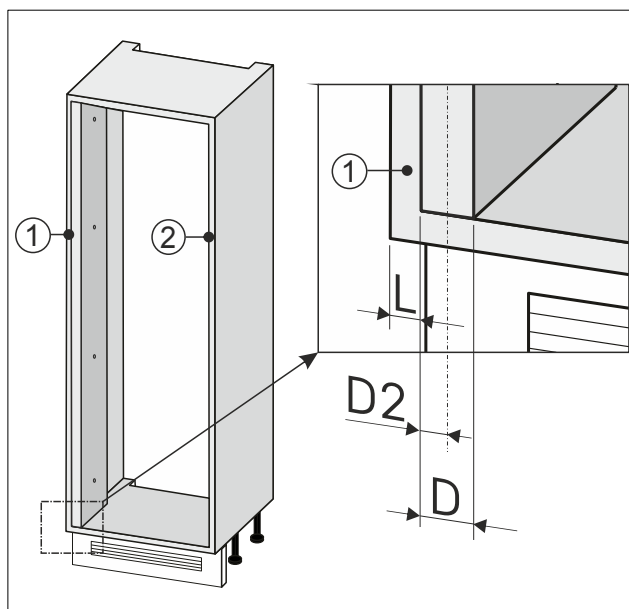

Fig. 94
- Noter la demi-largeur Fig. 94 (D2) du rattrapage de paroi.